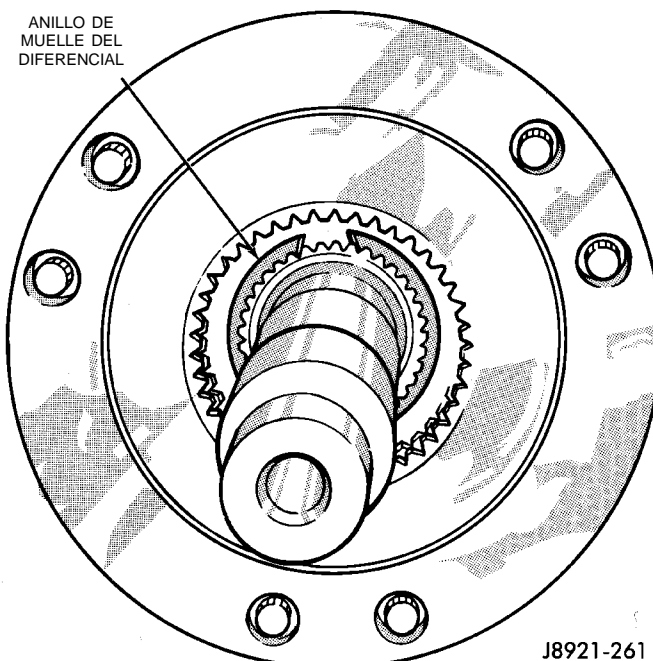

Fig. 33 Desmontaje del anillo de muelle del diferencial
(10) Retire el anillo de muelle del diferencial (Fig. 33).